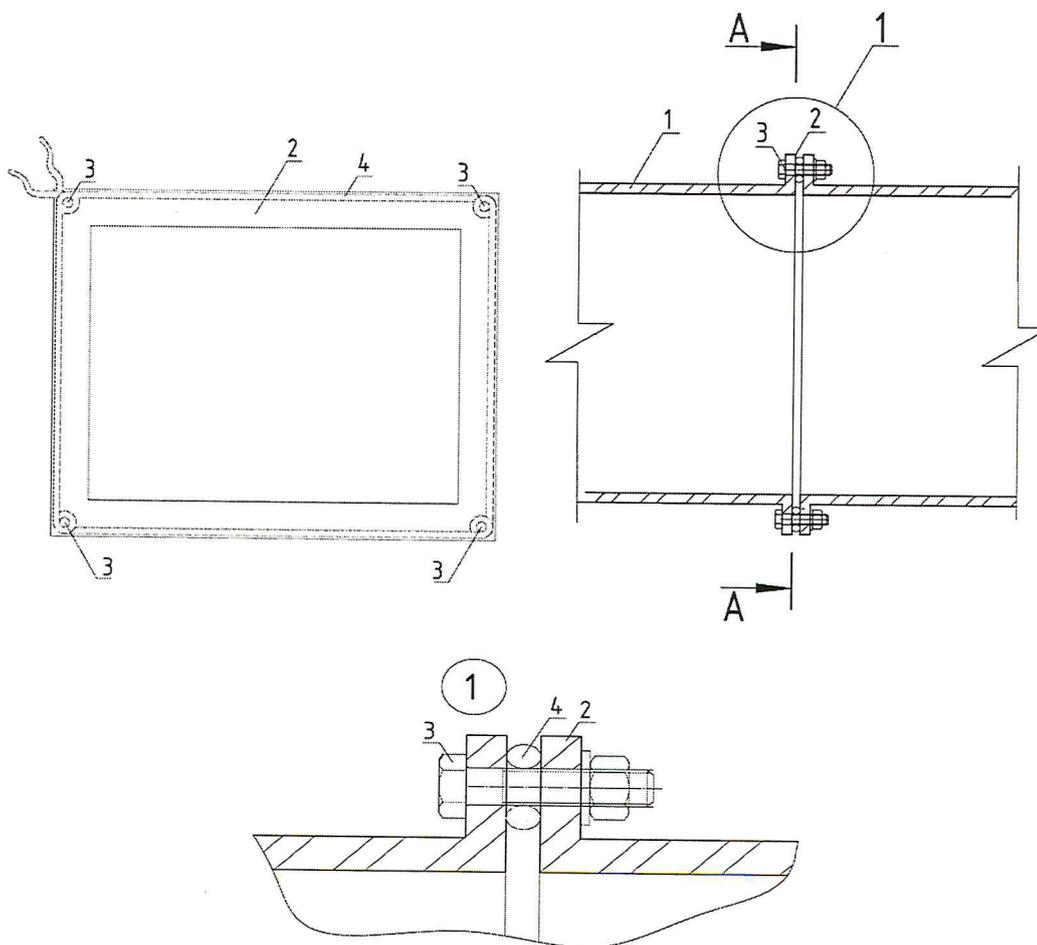

Рис. 2. Уплотнение фланцевого соединения воздуховодов.
4.7. В качестве уплотнительного материала фланцевого соединения рекомендуется использовать негорючий материал шнур ШБТ или шнур базальтовый из непрерывного волокна. Один из вариантов соединения огнестойких воздуховодов приведен на рис. 2.